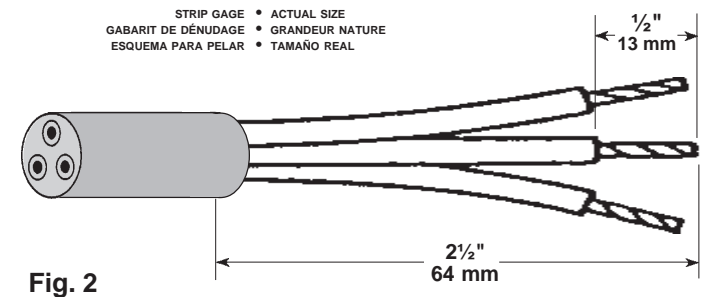

Fig. 2
- Dénuder le cordon de sa gaine et les conducteurs de leur isolant tel qu'illustré à la fig. 2.
- Strip cord jacket and conductor insulation as shown in Fig. 2.